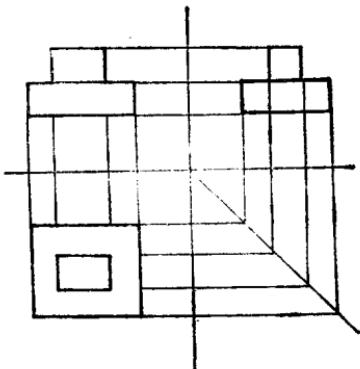

图 3 投影面之间的关系
(1) 看图时必须将三个图形综合分析，用“三等”关系找出它们的内在联系。
(2) 先看大体形，再看细部。
(3) 投影图中每个封闭的图形都表示一个面，对照三个投影图看出每个面和投影面的关系以及各个面之间的相互关系。如图 3。